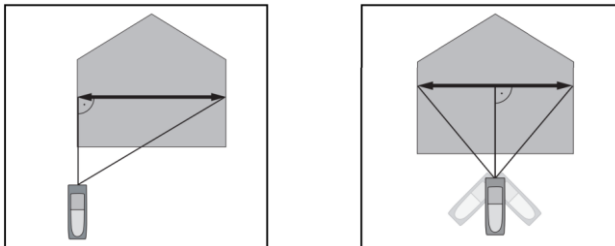

Рис. 1.6. Визначення відстані по двох і трьох точках
3. Друге вимірювання виконується, строго витримуючи прямий кут між променем лазера і відрізком, довжину якого опосередковано визначають. Для цього рекомендується застосувати режим неперервних вимірювань для визначення мінімальної відстані. Результати обчислення і проміжних значень з'являться на дисплеї (рис. 1.6).